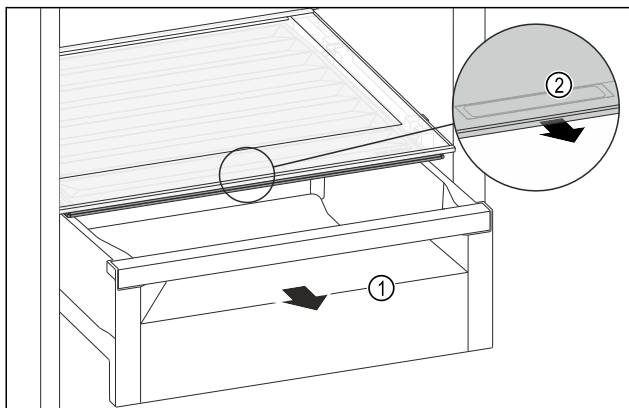

Fig. 123
- Izvlecite predal Fig. 123 (1).
- Primete prijemalno vdolbino Fig. 123 (2) na pokrovu predala in predal istočasno povlecite naprej.